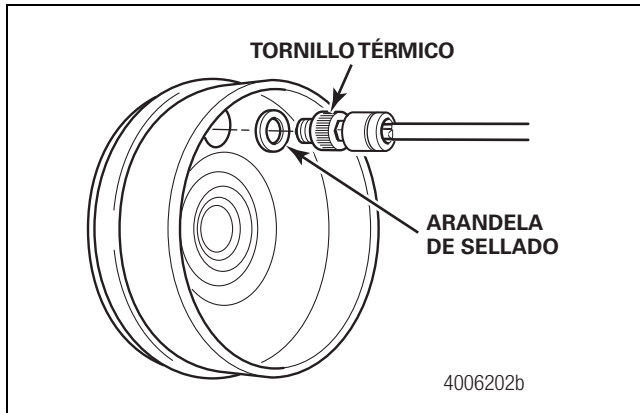

Figura 3.35
- I. Retire el tapón térmico con una llave de cubo Allen de 5/32 de pulgada (4 mm). Figura 3.35.